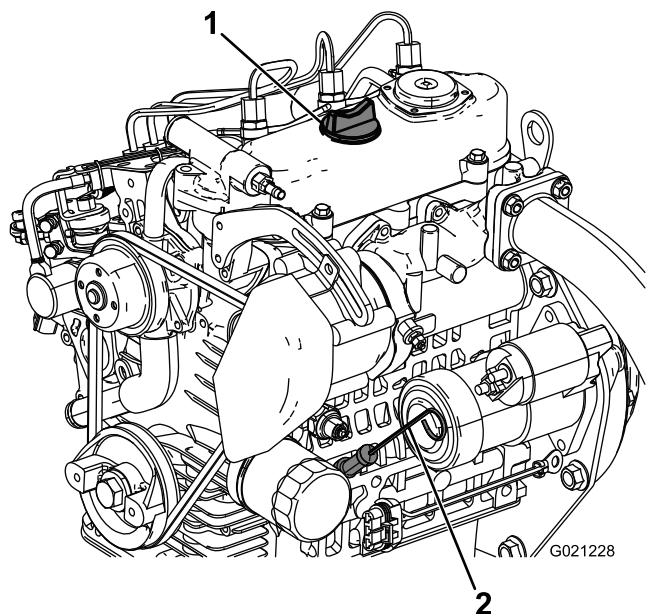

図 15
2. ディップスティック 図 15 を抜きウェスで一度きれいに拭く。
3. ディップスティックを、チューブの根元までしっかりと差し込む図 15。
4. ディップスティックをもう一度抜きとってオイルの量を点検する図 15。
5. オイルの量が不足している場合は、補給口のキャップ図 15 を取り、ディップスティックのFULL マークまで補給する。
6. ディップスティックをしっかりと差し込んで終了図 15